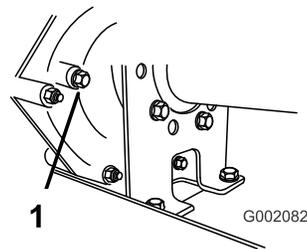

Figura 64
2. Retire o parafuso do orifício indicador do nível (Figura 64).